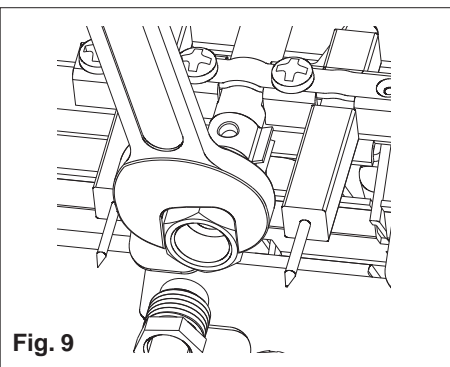

Fig. 9
- inserire l'iniettore e la guarnizione contenuti nel kit trasformazione (fig. 9),